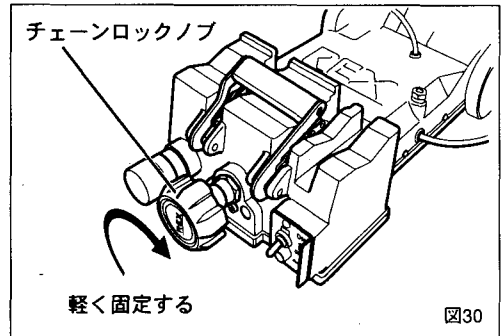
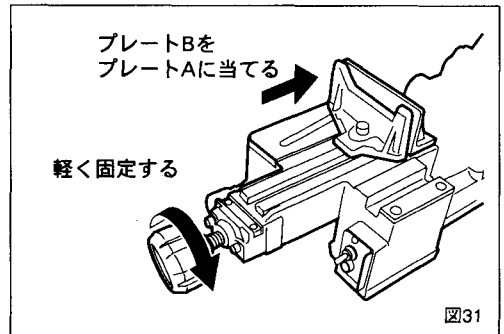

図30
図31
5. 切断終了 (図30～図31)
XB125 (チェーンバイス) の場合 (図30)
XB120A (平バイス) の場合 (図31)